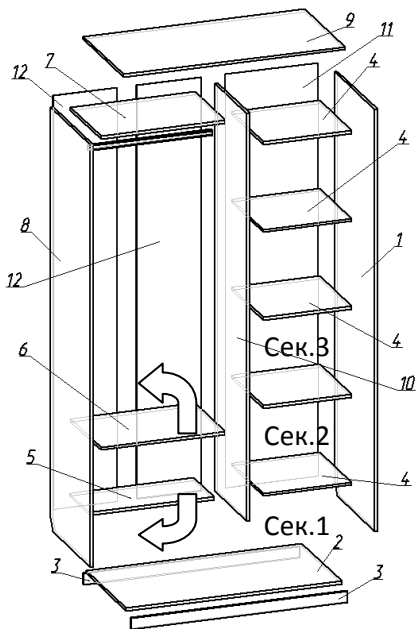

Рис.1 Схема сборки
- Детали 1,8,10 стянуть между собой деталями 2,3,4,5,6,7,9 с помощью евровинтов 7x50, предварительно досверлив насквозь необходимые отверстия. **ВНИМАНИЕ: При необходимости увеличения внутреннего пространства шкафа дет. 5,6 могут трансформироваться в ребра жесткости (поворот деталей по стрелкам см.Рис.1), для этого имеются дополнительные отверстия.**